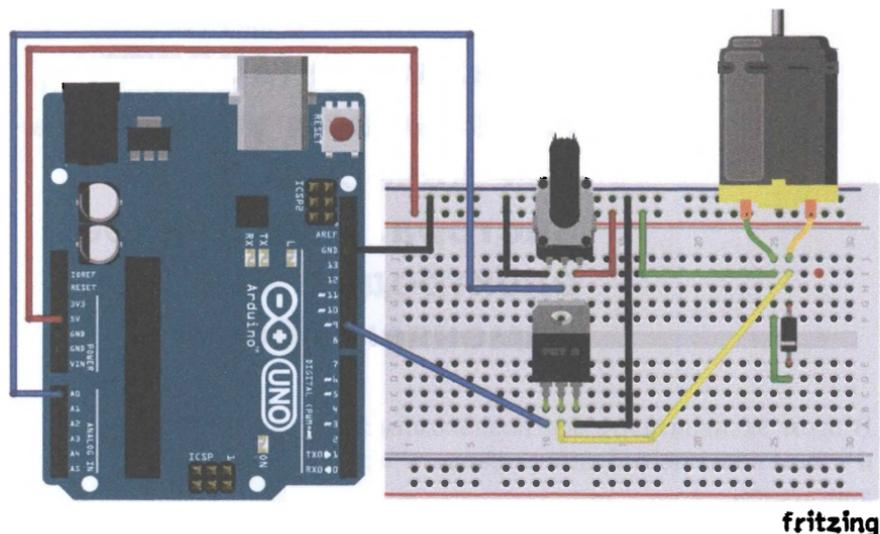

Рис. 11.1. Схема подключения мотора к Arduino
В нашем эксперименте мы будем управлять скоростью вращения мотора изменением напряжения, подаваемого на MOSFET. Управлять напряжением, подаваемым на MOSFET, будем с помощью ШИМ (широтной-импульсной модуляции). В эксперименте 5 мы уже рассматривали использование ШИМ для получения изменяющегося аналогового значения посредством цифровых сигналов. Для регулирования скорости двигателя будем использовать потенциометр. Схема подключения элементов для данного эксперимента показана на рис. 11.1.
1. Подключаем элементы к плате Arduino по схеме на рис. 11.1.